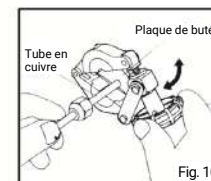

Fig. 10
**2** Choisissez une pince compatible avec la taille du tube, puis placez le tube de sorte que l'extrémité du tube touche la plaque d'arrêt. (Fig. 10)